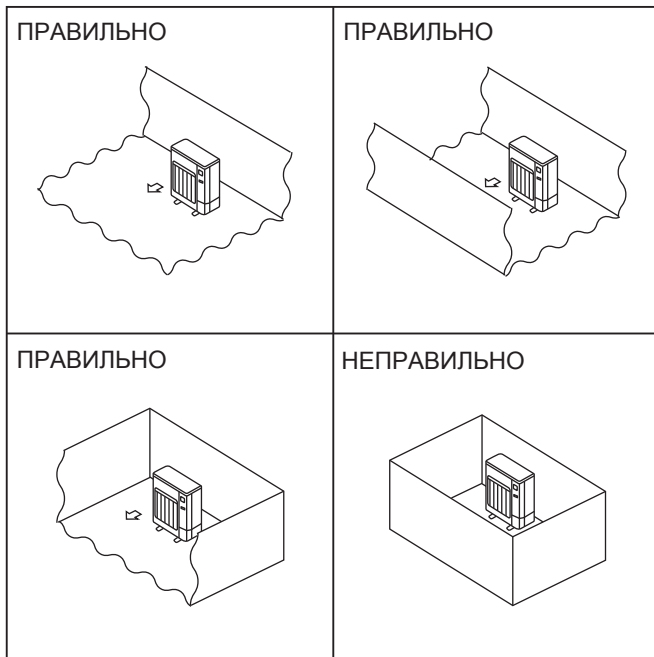

Fig. 2-1
- Ⓢ Установлюйте зовнішні блоки в місцях, де принаймні одна з чотирьох сторін відкрита, або в досить великому просторі без перешкод. (Fig. 2-1)